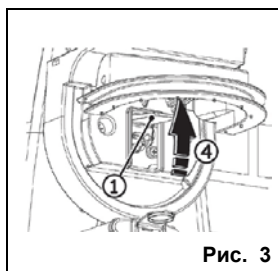

Рис. 3
3. Нажать до упора на отпирающий рычаг (рис. 3, поз. 1).